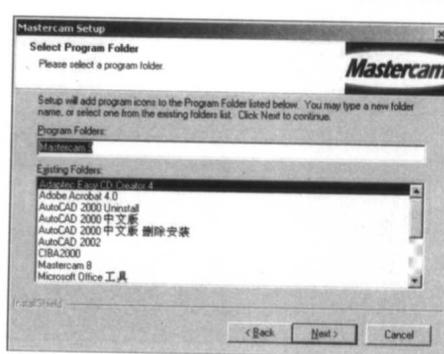

图 1-10
(9) 显示 Select Program Folder (选择程序子目录), 在 Program Folders (程序子目录)下面的文本框, 自动输入 Mastercam 9, 如图 1-10 所示。单击“Next”(下一步)按钮。